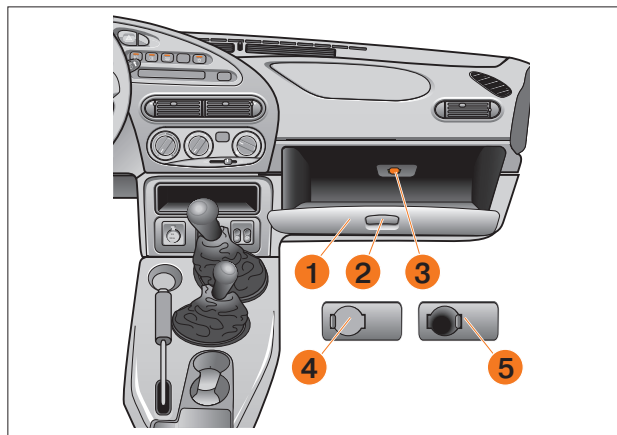

Рис. 33. Охлаждаемый вещевой ящик (в варианном исполнении)
**В варианном исполнении** (рис. 33) предусмотрена функция охлаждения вещевого ящика (при работающем кондиционере). Для её задействования необходимо открыть заслонку **3**, сдвинув её вправо до упора (положение **5**). По окончании пользования функцией охлаждения, заслонку вернуть в начальное положение **4**, сдвинув её влево до упора.